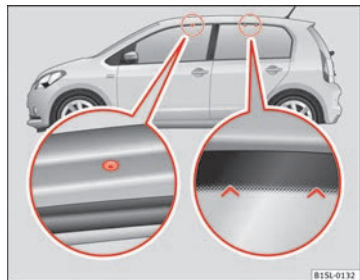

Fig. 72 Points de fixation des supports standard et de la galerie porte-bagages du toit.
Les orifices de fixation avant se trouvent dans la partie inférieure des longérons du toit et ils sont fermés avec des vis en plastique ⇒ fig. 72 (agrandissement gauche). Les orifices ne sont visibles que si la porte est ouverte. Les points de fixation de la partie arrière se trouvent sur la partie supérieure des glaces latérales arrière ⇒ fig. 72 (agrandissement droit).
- Le support standard doit être fixé uniquement aux points indiqués sur l'illustration ⇒ fig. 72.